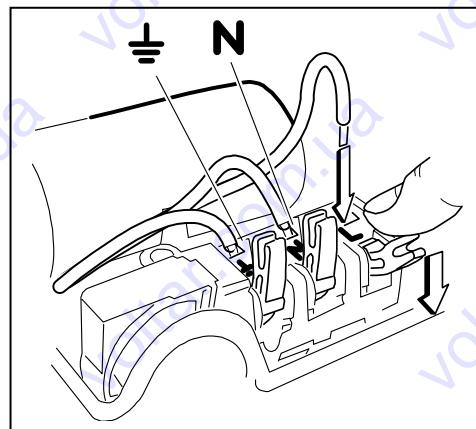

Рис. 5
- Сетевое соединение [фаза (L) – ноль (N) – земля ( $\text{---}$ )] должно быть выполнено в соответствии с рис. 5.